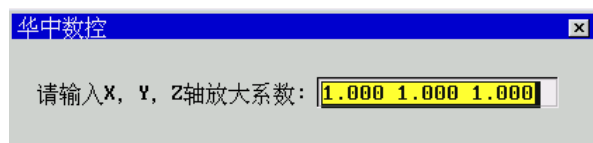

图 8.2.14 输入 X、Y、Z 轴放大系数
- (5) 输入显示起始坐标 X、Y、Z 的坐标值；
- (6) 按 **Enter** 键，弹出如图 8.2.14 所示对话框；